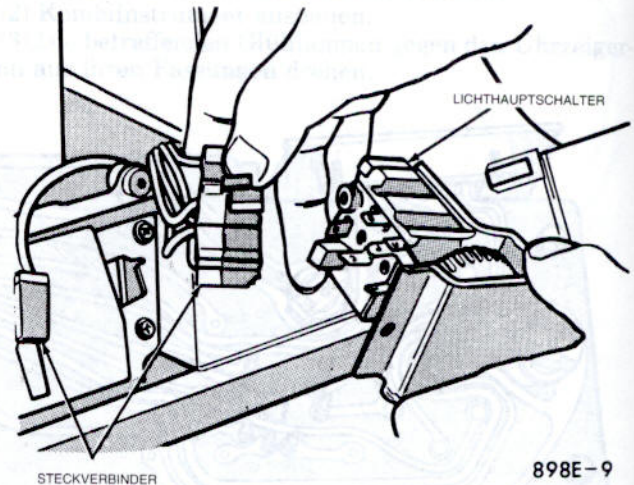

Abb. 3 – Steckverbinder des Lichthauptschalters
- (3) Lichthauptschalter und Halteplatte in Richtung Fahrersitz ziehen und Steckverbinder vom Schalter abziehen (Abb. 3).